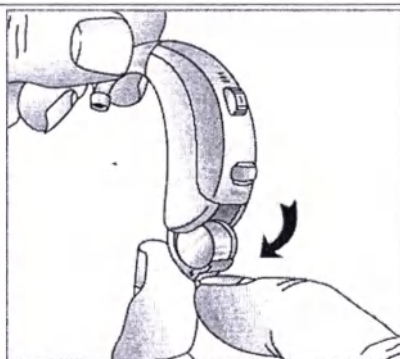

Рисунок 3 - Установка элемента питания в слуховой аппарат
4.1.2 Полностью откройте батарейный отсек кончиком пальца и выньте старый элемент питания, рисунок 3.